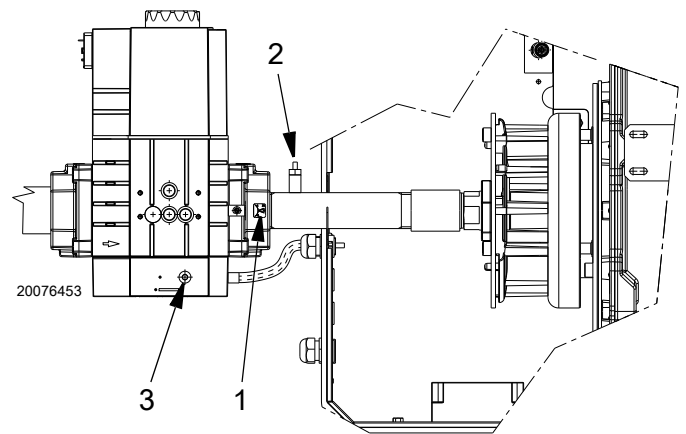

图 162
- 朝“+”标志方向转动螺丝 V1（图 162）。
- 查火焰是否出现，或检查 CO 和 CO₂ 排放值（如果可能），以了解燃烧器是否充分校准（首次最大校准）。如果需要，使用燃气阀螺丝 V2（朝“+”方向转动增大燃气量，朝“-”方向转动减小燃气量）（图 162）。
- 查火焰是否出现，或检查 CO 和 CO₂ 排放值（如果可能），以了解燃烧器是否充分校准（首次最大校准）。如果需要，使用燃气阀螺丝 V1（朝“+”方向转动增大燃气量，朝“-”方向转动减小燃气量）（图 162）。
- 增大燃气供应量及 CO_2 排放值：朝“+”（图 162）方向转动螺丝 V1；
- 减少燃气供应量及 CO_2 排放值：朝“-”（图 162）方向转动螺丝 V1；
图例（图 162）